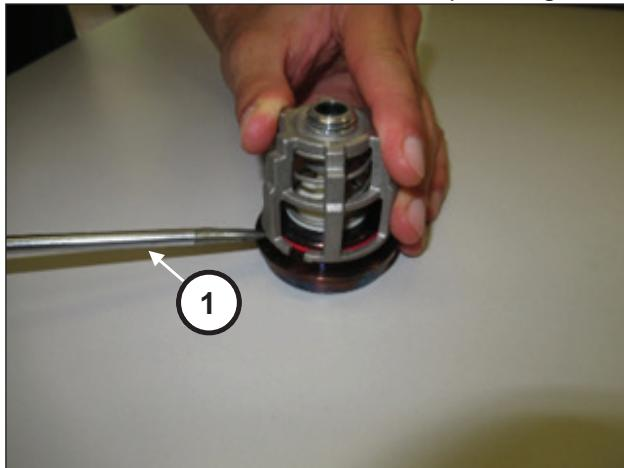

Fig. 142
Desmonte os grupos de válvulas de aspiração e descarga fazendo alavanca com ferramentas comuns (pos. ①, Fig. 142).